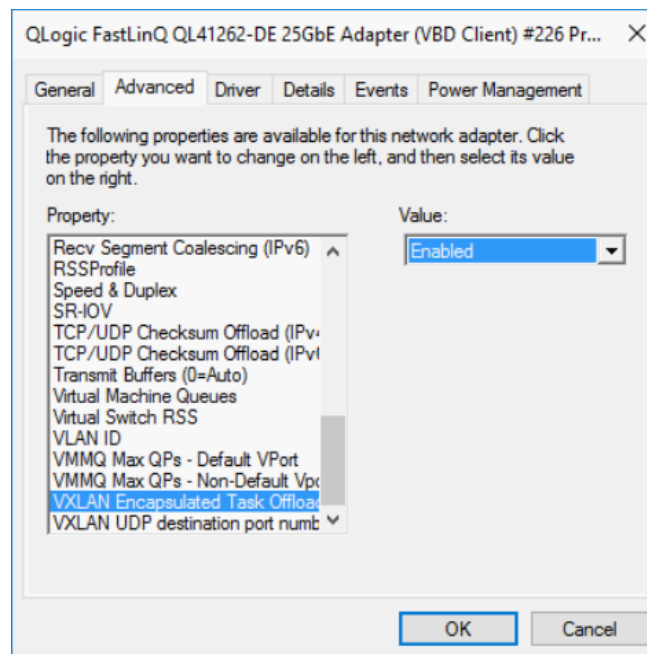

Ilustración 14-1. Propiedades avanzadas: Activación de VXLAN
2. En la página Advanced (Avanzado) de las propiedades del adaptador (Ilustración 14-1), en **Property** (Propiedad), seleccione **VXLAN Encapsulated Task Offload** (Descarga de tareas encapsuladas VXLAN)